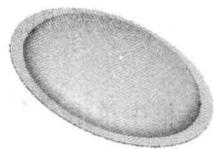
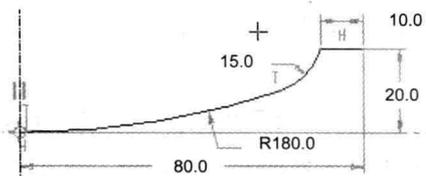

图 1.9 旋转类型的钣金壁特征
图 1.10 截面草图
(1) 单击工具栏中的“新建”按钮。
(2) 系统弹出“新建”对话框，在类型区域，选中  零件单选项；在子类型区域，选中  钣金件单选项；在名称文本框中输入文件名 INSTANCE\_CUP\_COVER；取消选中  使用缺省模板复选框；单击“新建”对话框中的  按钮。
(3) 在系统弹出的“新文件选项”对话框中的模板区域中选择 mmns\_part\_sheetmetal 选项，单击  按钮，完成文件的新建。
Step2. 创建图 1.9 所示的旋转类型的钣金壁特征，操作步骤如下：
(1) 选择下拉菜单 插入(I)  **钣金件壁(W)**  **分离的(O)**  **旋转(R)...** 命令，此时系统弹出“第一壁：旋转”特征信息对话框，该对话框反映了创建旋转特征的过程和状态。
(2) 定义旋转类型。在 **ATTRIBUTES (属性)** 菜单中，选择 **One Side (单侧)**  **Done (完成)** 命令。
(3) 定义特征的截面草图。
① 定义截面草图的放置属性。选取 FRONT 基准面为草绘平面，接受系统默认的参照平面和方向。
② 创建特征截面。进入草绘环境后，接受默认的 RIGHT 和 TOP 草绘参照，绘制图 1.10 所示的旋转特征旋转中心线和截面草图；完成绘制后，单击“草绘”工具栏中的“完成”按钮。